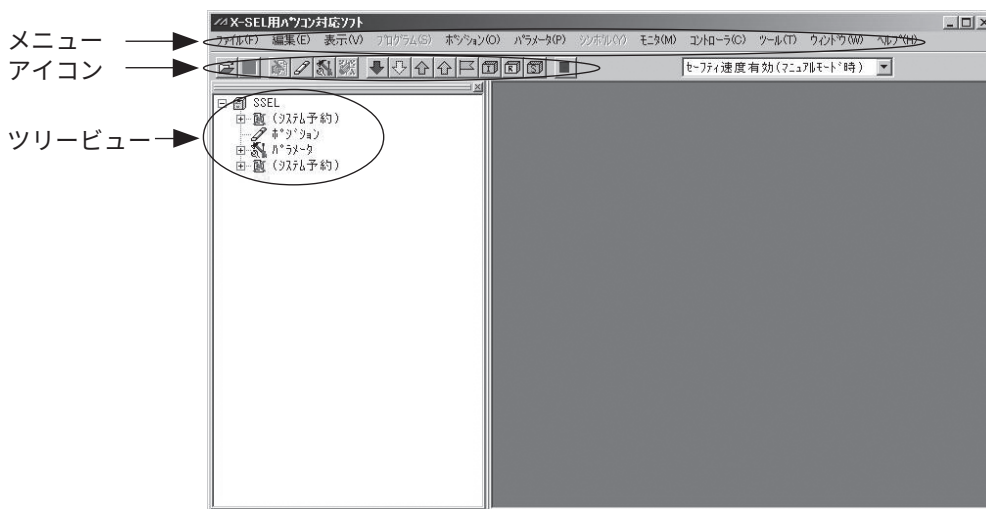

図 3.6 オンライン画面（SSEL コントローラのポジショナモード時）
(6) SSEL コントローラのポジショナモード
本ソフトが起動すると、SSELコントローラのポジショナモードの場合は、図3.6に示されるメインのウィンドウが開かれ、メニューとツールバー上のアイコンが現れます。画面左側のツリービューは、メニューの「表示 (V)」→「ツリー表示 (T)」の操作により表示できます（初期画面：メインメニュー）。